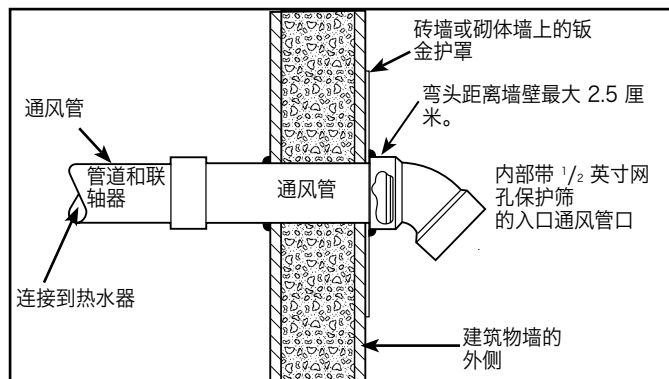

图 6 - 典型的水平通风口安装
3. **不得**将通风管直接端接到砖或砌体表面。在通风口后面使用防锈金属背板。(参见图 6。)
水平通风安装 - 一旦确定了通风口的位置，在外壁上开一个孔以容纳通风管。通风管只能水平地从外墙出来 (参见图 6)。
将一小段通风管插入墙内，并按图 6 所示连接联轴器。如图所示，将通风口连接到建筑物外部的通风管。如图 6 所示，用砂浆或硅胶填缝密封排气管或接头周围的任何开口。